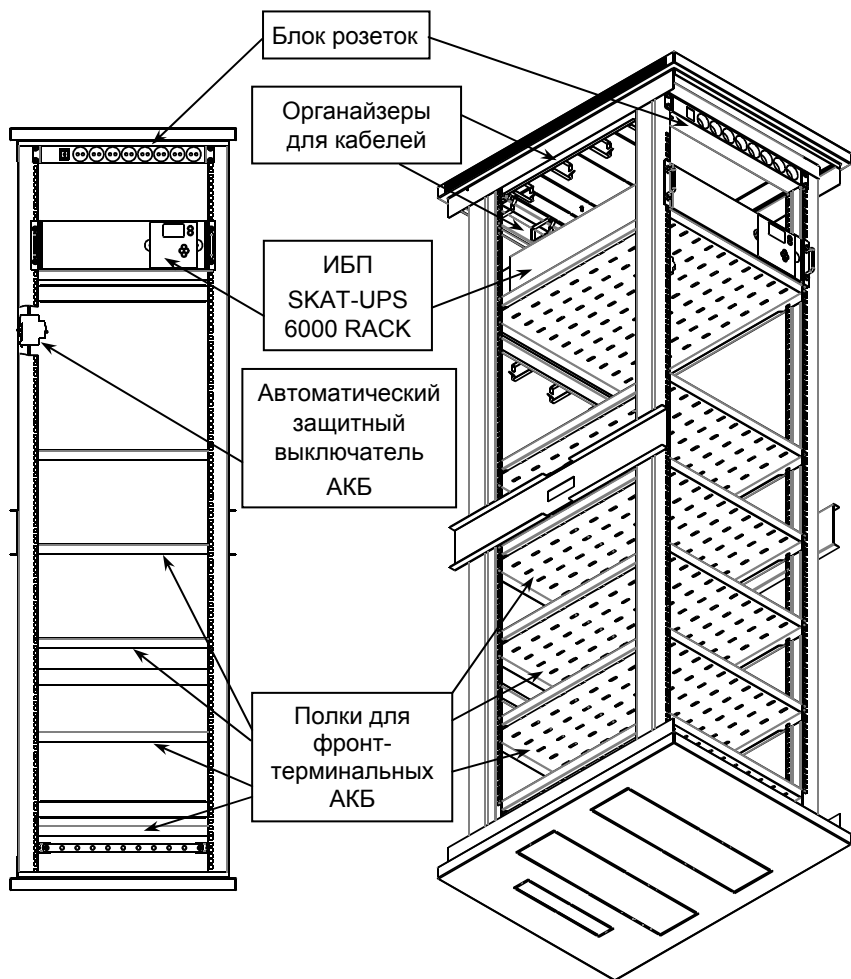

Рисунок 1 — Общий вид изделия спереди, без оболочки, с установленным ИБП
- Убедиться в том, что входной автоматический выключатель, расположенный на задней стенке корпуса ИБП, автоматический выключатель АКБ (см. рисунок 1) и переключатель блока сетевых розеток находятся в выключенном положении.